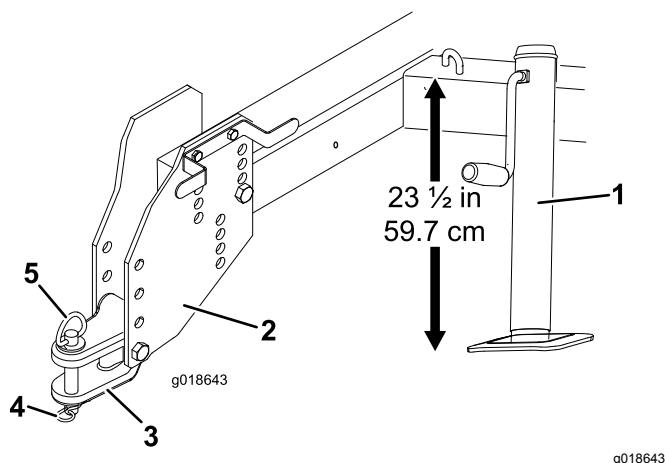

Figure 3
- Réglez la béquille de sorte à obtenir une distance de 59,7 cm entre le haut du cadre et le sol (Figure 3).
- Enlevez les boulons et les contre-écrous qui fixent la flèche d'attelage aux plaques d'attelage (Figure 3).
6. Fixez la flèche d'attelage à l'attelage du groupe de déplacement au moyen de la goupille d'attelage et de la goupille à anneau (Figure 3).